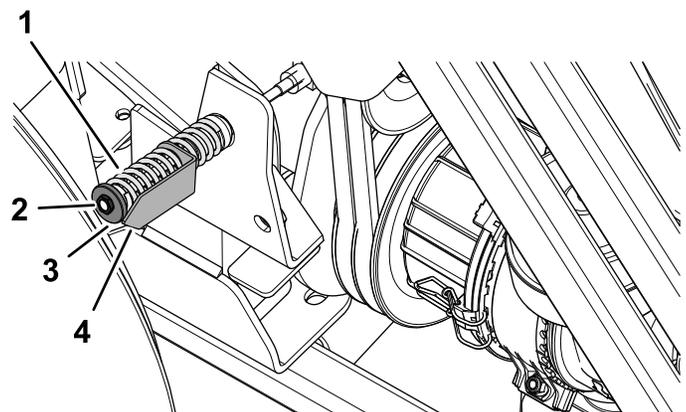

Figura 89
5. Se for necessário, rode a porca do tensor da polia intermédia até que a seta do indicador de tensão alinhe com a superfície exterior da anilha (Figura 89).
8. Desaperte a porca do tensor da polia intermédia; consulte Figura 89 em Verificação da tensão da correia da tomada de força (página 69).